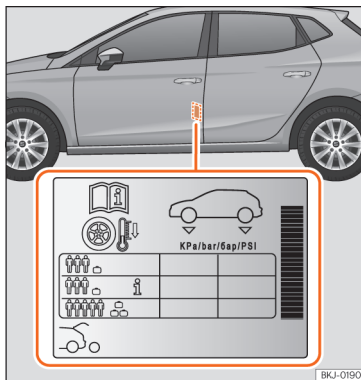

Fig. 196 Localização do autocolante da pressão de ar dos pneus.
- Adapte a pressão dos pneus à carga transportada pelo veículo » **Fig. 196**.
Os valores da pressão de enchimento indicam-se na etiqueta autocolante situada na zona posterior da moldura da porta dianteira esquerda » **Fig. 196**.
Dependendo do veículo, pode adaptar-se a pressão de ar dos pneus para meia carga para aumentar o conforto de condução (pressão de ar dos pneus **i** » **Fig. 196**). Quando se circula com a pressão de ar de conforto, o consumo de combustível pode aumentar ligeiramente.
A pressão dos pneus tem de ser ajustada à carga momentânea do veículo. Se pretender utilizar o veículo com a carga máxima, terá de aumentar a pressão dos pneus para o valor máximo indicado na etiqueta » **Fig. 196**. »
No caso de uma roda de emergência mais estreita (125/70 R16 o 125/70 R18), encher a 4,2 bar de pressão segundo indicado na etiqueta de pressão dos pneus »» Fig. 196.
- O condutor é responsável por garantir que todos os pneus do veículo estejam cheios com a pressão correta. A pressão de ar recomendada está indicada num autocolante »» Fig. 196.
- Com os pneus a frio, deve manter-se sempre a pressão indicada no autocolante »» Fig. 196.